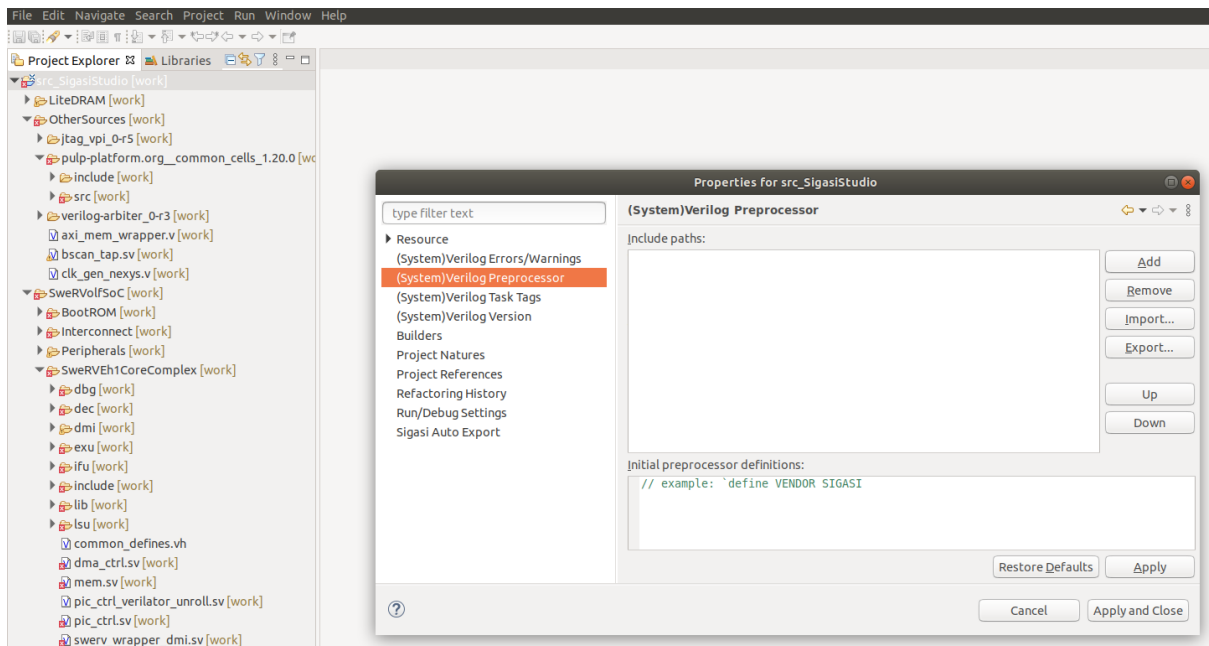

图6. 项目属性
6. 在“Project Explorer”（项目资源管理器）中，右键单击`src_SigasiStudio`项目，打开“Properties”（属性）窗口（参见图6）。
7. 在“Properties”（属性）窗口（图6）中选择“(System)Verilog Preprocessor”（（System）Verilog预处理器），并添加以下包含路径（方法为单击右侧的“Add”（添加）按钮）：